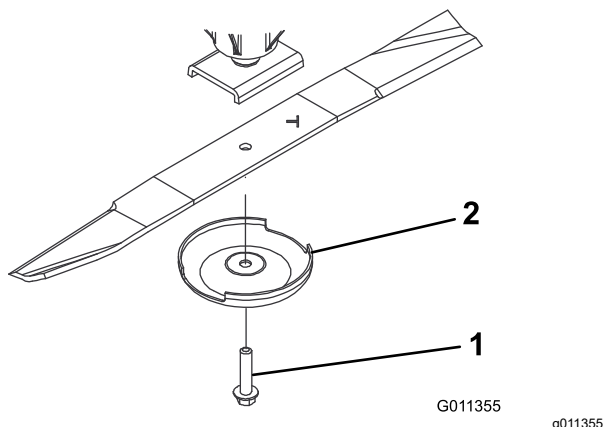

Рисунок 75
3. Снимите болт ножа, защитный колпак и нож с вала шпинделя (Рисунок 75).